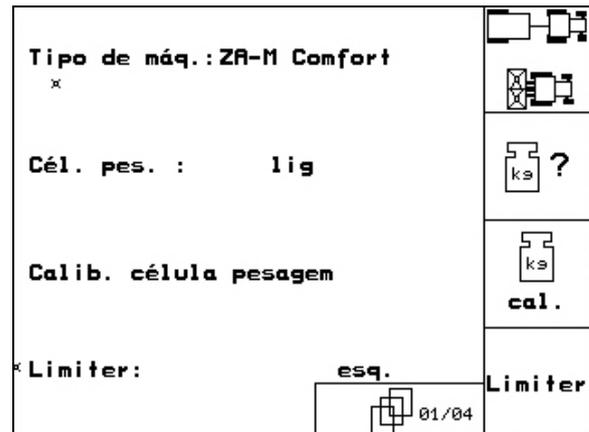

Fig. 35
**Página 1**  **Dados básicos (Fig. 35):**